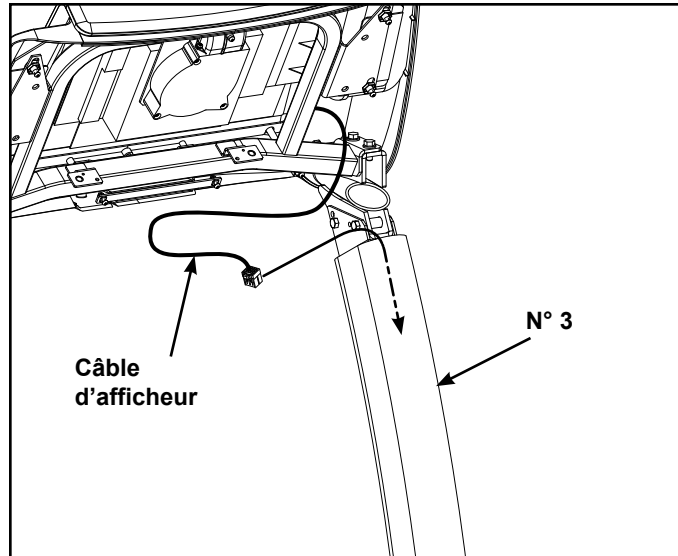

Figure 5
- B. Insérez le câble de l'affichage dans le dessus du montant gauche (n° 3) jusqu'à ce qu'il sorte à la base du montant (n° 3). Reportez-vous aux figures 5 et 6.